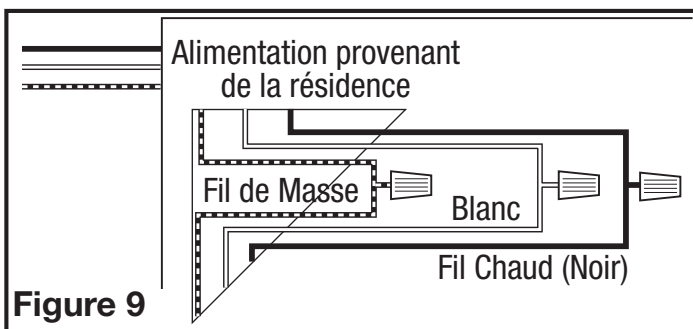

**Figure 8**
- 1b. Compartiment de Câblage Intérieur: Enlever les trois vis retenant en place l'assemblage de la soufflante et soulever pour sortir l'assemblage hors du châssis (Figure 7). Enlever la vis (ou les vis) du couvercle du compartiment à câblage et mettre ce couvercle dans un endroit fiable (Figure 8).